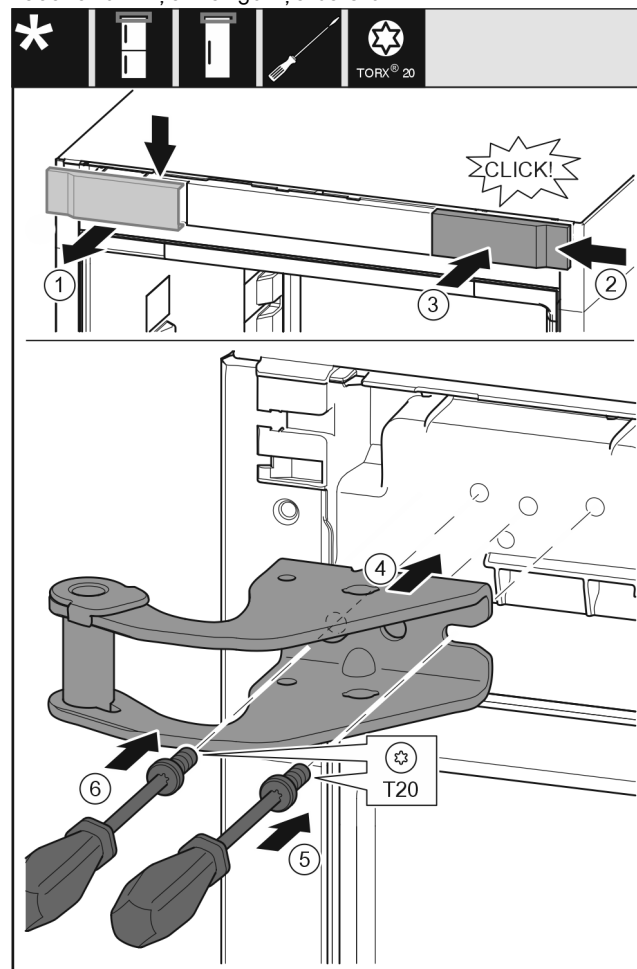

Fig. 11
- Noņemiet pārsegu Fig. 11 (1) no augšas uz priekšu.
- Iekabiniet pārsegu Fig. 11 (2), pagrieztu par 180°, otrajā pusē no labās puses.
- Nofiksējiet pārsegu Fig. 11 (3).
- Pielieciet augšējo gultņa balstu Fig. 11 (4).
- Pielieciet skrūvi Fig. 11 (5) ar skrūvgriezi un pieskrūvējiet.
- Pielieciet skrūvi Fig. 11 (6) ar skrūvgriezi un pieskrūvējiet.